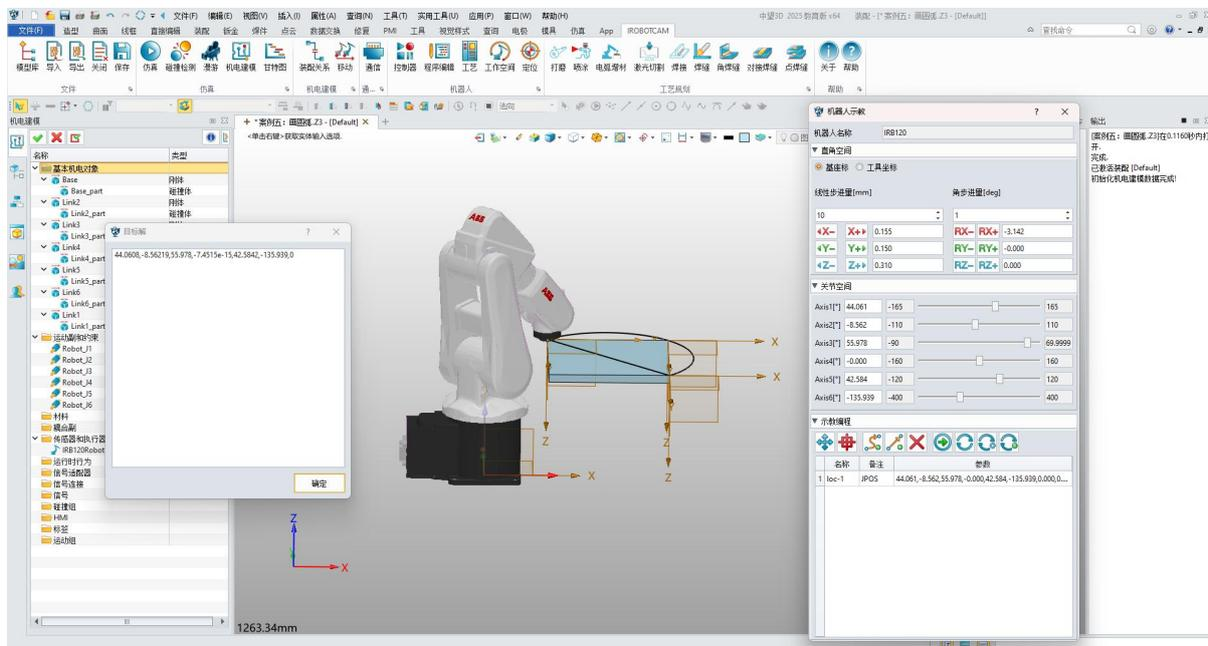

图 9-6: 添加标记点
- **记录关节点:** 在 "机器人示教" 窗口中单击 "标记点", 点击指定点, 选择 CSYS1 参考坐标系, 机器人将移动到该位置, 然后单击 "记录关节值" 按钮。(图 9-6)